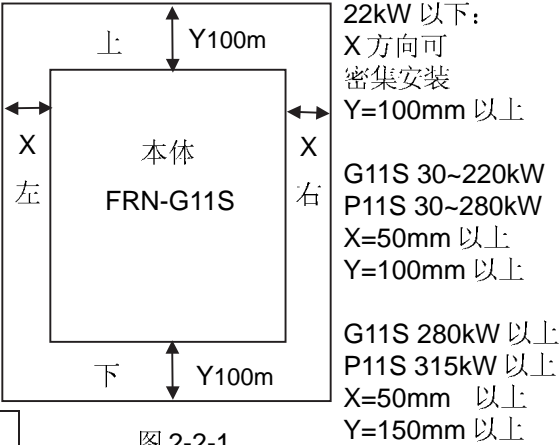

图 2-2-1
- ①变频器应垂直安装，在正前方能看到 FRENIC5000G11S 或 FRENIC5000P11S。请勿倒装，斜装或水平安装。应使用螺钉安装在牢固的结构上。
- ②变频器运行时要产生热量，为确保冷却空气的通路，应如图 2-2-1 所示，设计留有一定的空间。产生的热量向上散发，所以不要安装在不耐热设备的下方。
- ③变频器运行时，散热板的温度能达到接近 90℃。所以，变频器背面的安装面必须要用能耐受较高温度的材质。